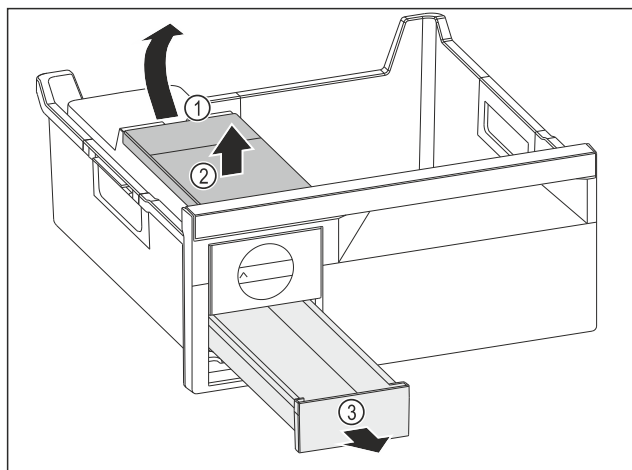

Fig. 170
- Estrarre il serbatoio dell'acqua: Sollevare il serbatoio dell'acqua nel vano Fig. 170 (1).
- Estrarre il serbatoio dell'acqua Fig. 170 (2) verso l'alto.
- Estrarre il cassetto del ghiaccio Fig. 170 (3) in avanti.